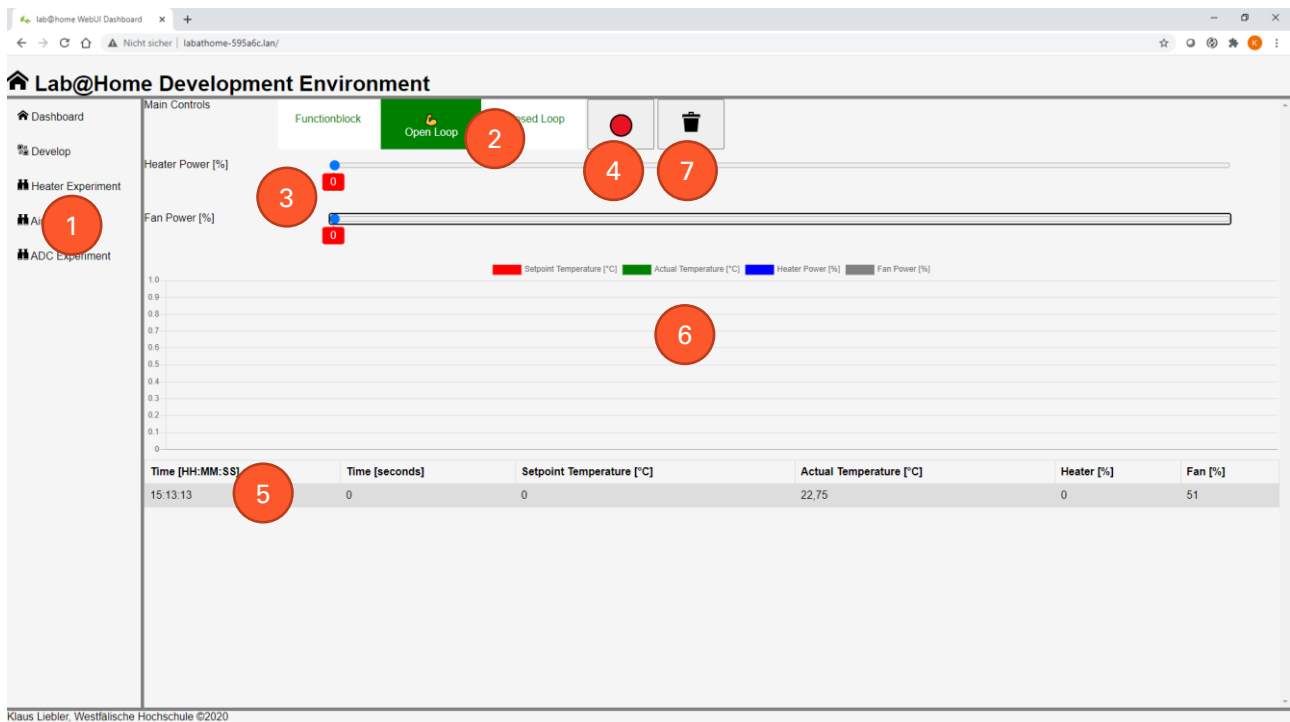

Abbildung 3: Bedienoberfläche von Lab@Home
- Es erscheint die Web-Oberfläche von labathome (siehe Abbildung 3). Klicken Sie links auf „Heater Experiment“ (1). Klicken Sie dann oben auf „Open Loop“ (2).